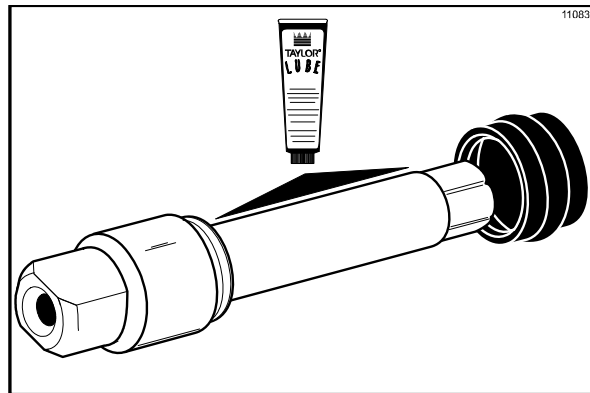

Рисунок 127
1. Перед установкой приводного вала бitera на стороне мягкого мороженого нанесите смазку в паз на приводном валу бitera. Наденьте опорное уплотнение приводного вала бitera поверх маленького конца приводного вала бitera и установите его в паз на валу. Нанесите большое количество смазки на внутреннюю часть опорного уплотнения и также нанесите смазку на его плоский конец, который вступает в контакт с задним подшипником. Нанесите на вал ровный слой смазки. ЗАПРЕЩАЕТСЯ смазывать шестигранный торец. (См. рис. 127)